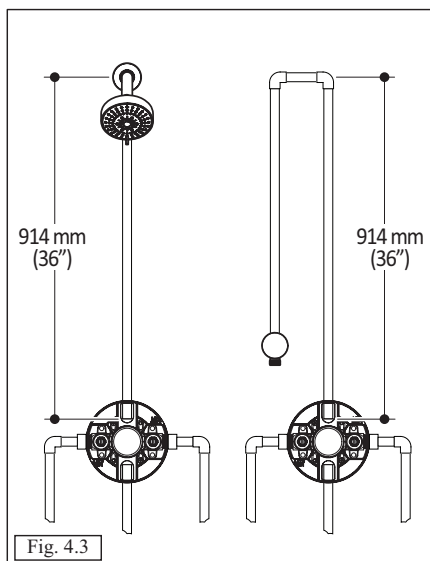

Fig. 4.3
- La tubulure du haut doit avoir une longueur minimum de 914 mm (36") (fig. 4.3).
- The top tubing should have a minimum length of 914 mm (36") (fig. 4.3).